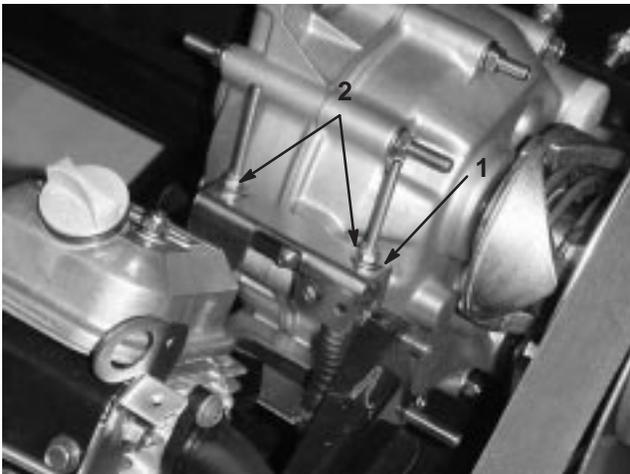

Bild 25
Wenn Sie regelmäßige Wartungsarbeiten und/oder eine Motordiagnostik durchführen, müssen Sie die Antriebsachse zunächst auf Neutral schalten (Bild 25). Der Schalthebel weist eine Neutralstellung auf, die den Leerlauf der Antriebsachse bestimmt. Treffen Sie die folgenden Maßnahmen, um sicherzustellen, dass der Schalthebel in der Neutralstellung die Antriebsachse auch richtig auf Neutral schaltet:
2. Achten Sie darauf, dass die Neutralhalterung in der Neutral-Stellung (Hebel) ist. Drehen Sie hierfür die Antriebskupplung (Bild 25). Das Fahrzeug sollte nicht vorwärts- oder rückwärtsrollen. Wenn sich das Fahrzeug bewegen lässt, schieben Sie die Neutralhalterung in die Neutral-Stellung.
3. Ziehen Sie eine der Sicherungsmuttern (Bild 25) nur so weit fest, dass das Spiel aus dem Schaltzug entfernt wird.